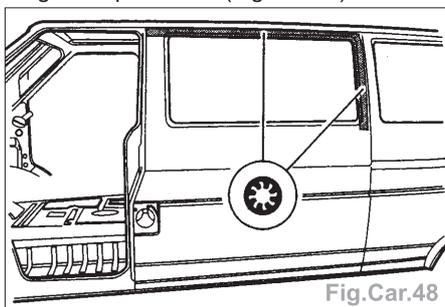

Fig.Car.48
- le recouvrement par bouchonnage sous gaz de protection (Fig.Car.48).